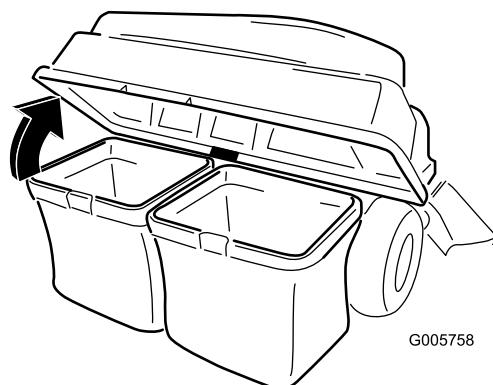

Figura 21
3. Abra (levante) la tapa del ensacador (Figura 21).